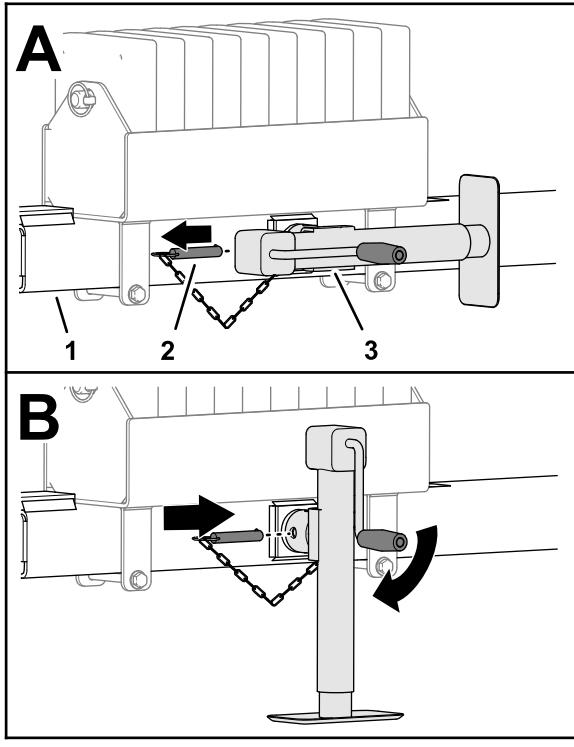

Figure 27
1. Retirez la goupille qui fixe le cric sur le tube d'attelage et déposez le cric ; voir Figure 27 sous Soutien de l'avant de la machine avec le cric \(page 28\).
- Retirez la goupille qui fixe le cric sur le tube d'attelage (Figure 27).
- Pivotez le cric à la verticale (Figure 27).
- Insérez la goupille dans les trous horizontaux du cric et du tube d'attelage (Figure 27).